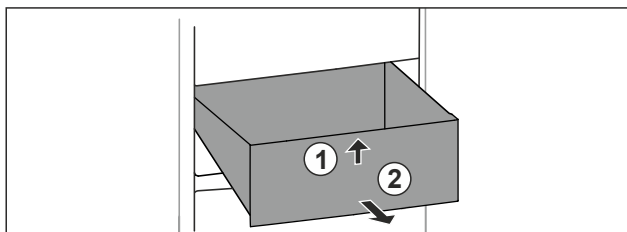

Fig. 80
- Lade aan de voorkant optillen. Fig. 80 (1)
- Lade naar voren toe verwijderen. Fig. 80 (2)